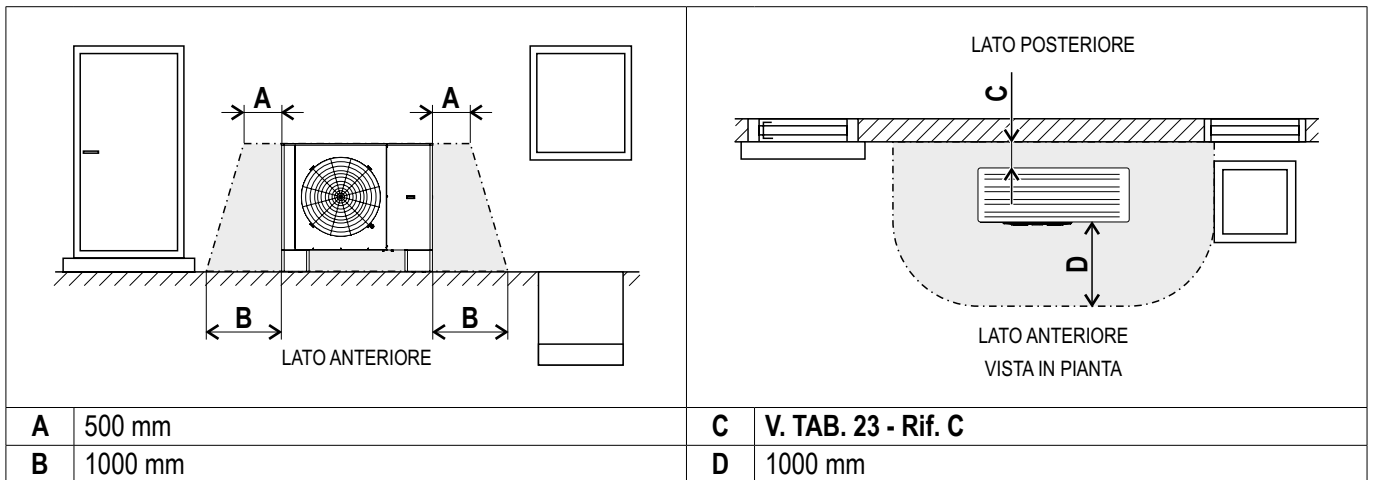

FIG. 35 (Zona di sicurezza in caso di installazione a terra davanti a una parete dell'edificio)
- 1) Posizionare una livella (FIG. 35 -Rif. 1) nel senso longitudinale e trasversale della macchina
- 2) Agire sui dadi (FIG. 35 -Rif. 2) per livellare la macchina